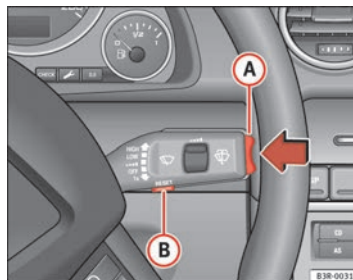

Fig. 58 Levier d'essuie-glace : sélecteur de fonction
- Appuyez sur le côté supérieur ou inférieur du sélecteur de fonctions situé sur le levier de commande d'essuie-glace (A) $\Rightarrow$ page 88, fig. 58 pour modifier la valeur programmée. Les valeurs augmentent ou diminuent à la cadence de 10 km/h.
- Appuyez sur la touche Reset située sur le levier d'essuie-glace (B) $\Rightarrow$ page 88, fig. 58 jusqu'à ce que le symbole barré du seuil d'alerte 2 s'affiche.